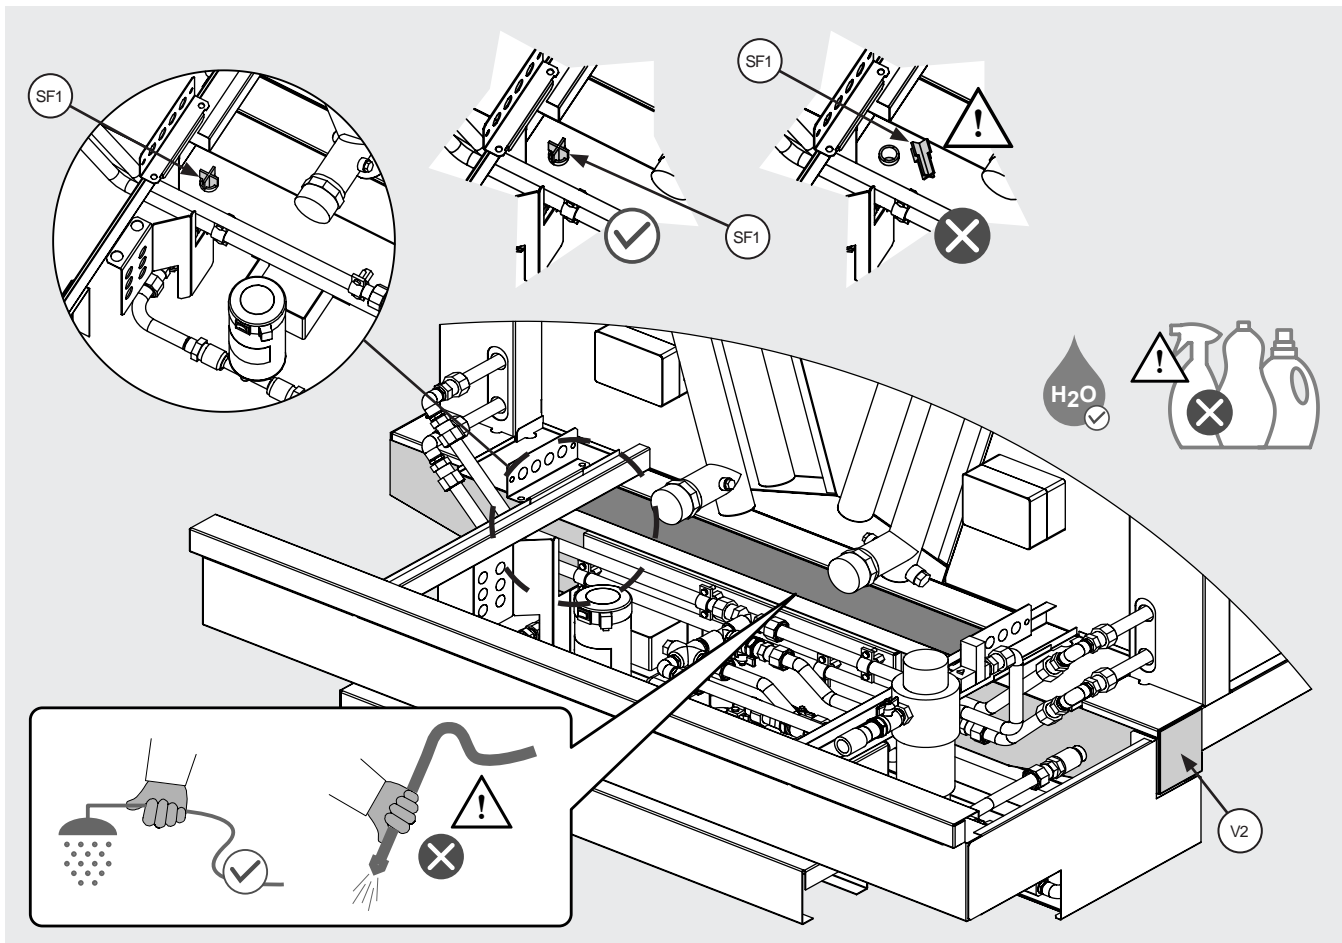

Figure 30
- 12.15.7 Nettoyer à l'eau courante non pressurisée, en veillant à ne pas endommager les connexions électriques et les capteurs de niveau, voir Figure 2 et Figure 30. Ne pas utiliser d'eau sous pression et/ou de substances nettoyantes ou agressives.
- 12.15.8 Nettoyer soigneusement le diviseur de débit SF1. Ne pas le retirer du boîtier. S'il a été retiré accidentellement, le repositionner. Voir la Figure 30.
- 12.16.1 Voir le point 2.9 pour une description fonctionnelle de l'interrupteur de niveau (W1) et de son emplacement. Le contacteur de niveau (W1) est situé à l'intérieur du réservoir de récupération externe (V2), voir la Figure 30.